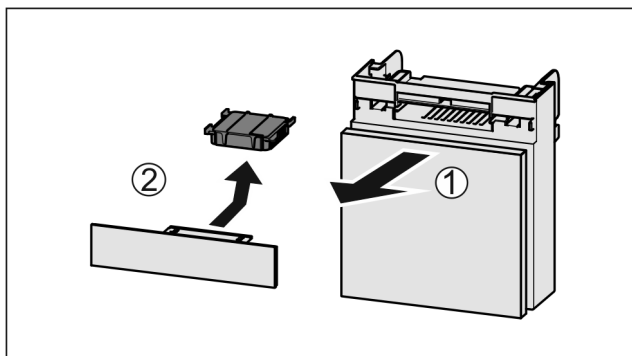

Fig. 42
- Extraire le compartiment par l'avant Fig. 42 (1).
- Sortir le filtre à charbon actif Fig. 42 (2).